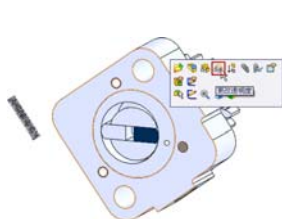

图 8-78 更改叶片透明度
- 39 选择叶片零件，在弹出的快捷菜单中，单击  【更改透明度】按钮，使叶片零件透明显示，如图 8-78 所示。